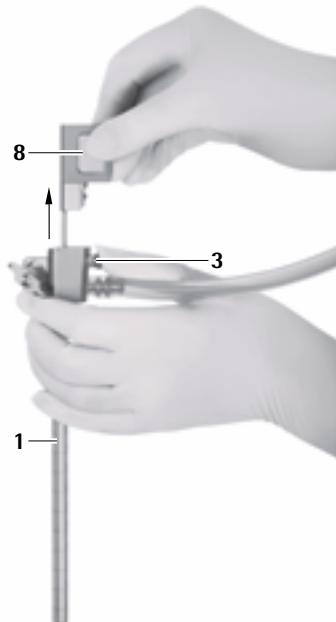

Рис. 10
- ▶ Нажать деблокирующую кнопку 3 и осторожно извлечь обтуратор для оптического канала 8 из троакара MINOP inVent 1, см. Рис. 10.